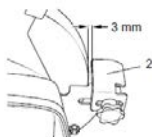

Рис.3 Регулировка упора
- 7.4. Проверить зазор между упором и поверхностью абразивного круга, он не должен превышать 3мм, см.рис.3.